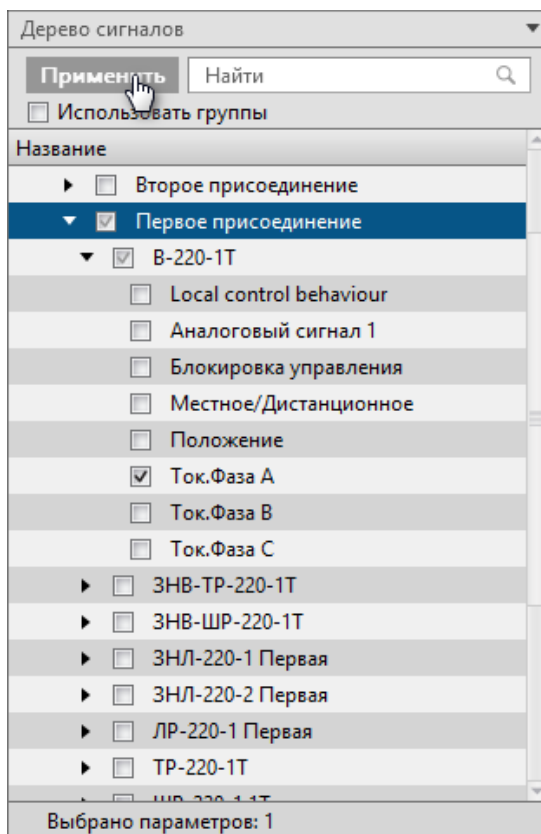

Рисунок 116 - Добавить сигналы
3. В дереве сигналов ниже выберите значение сигнала и нажмите **Применить** (Рисунок 116).